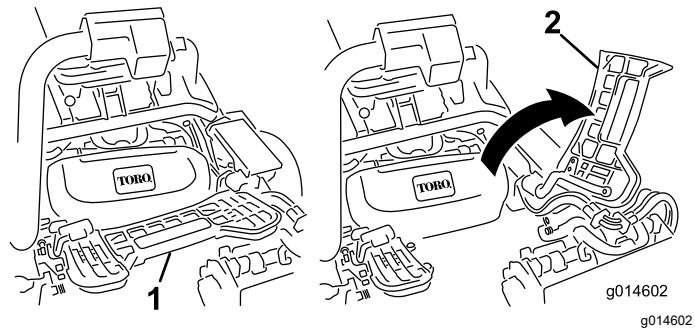

Figura 57
2. Levante el reposapiés y gírelo hacia arriba, para tener acceso a la posición de la unidad de corte central (Figura 57).